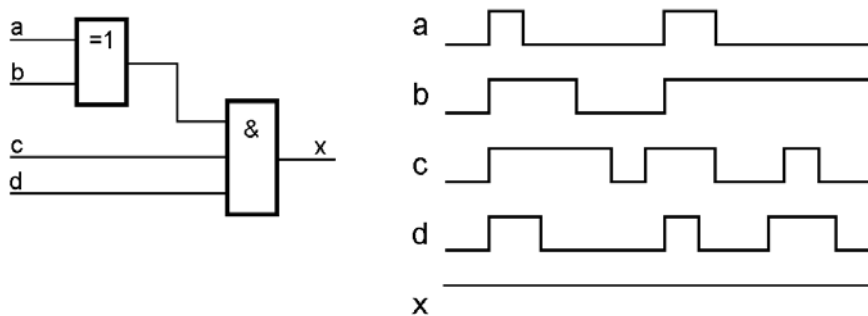

Abb. 12
21. Am Eingang einer Schaltung messen Sie die dargestellten Signalverläufe (Abb. 12). Was erwarten Sie am Ausgang? (Signalverlauf in idealisierter Form in das Diagramm einzeichnen.)